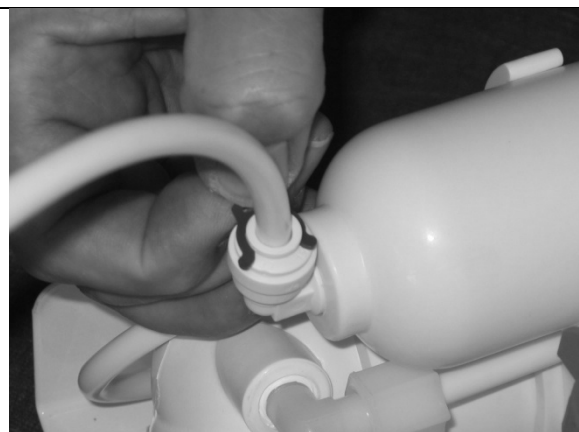

Fig. 5
5. Rimuovere le clips di sicurezza dai raccordi del contenitore delle resine (Fig. 5) ed estrarre i tubi di collegamento premendo verso il corpo del raccordo l'anello di ritegno e poi effettuando una trazione sul tubo (Fig. 6).